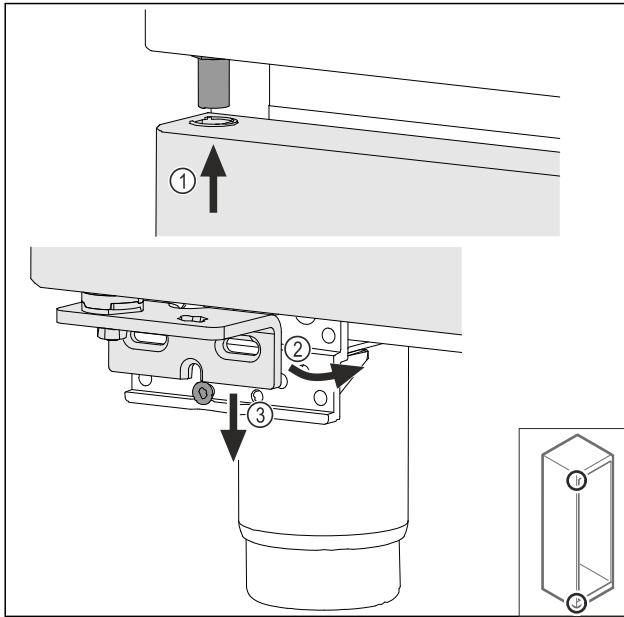

Fig. 49
- ▶ Liitä ovi ylhäällä hieman kallistettuna Fig. 49 (1), suuntaa ovi suoraan Fig. 49 (2) ja aseta alhaalla laakerijalustan ruuvin Fig. 49 (3) päälle.